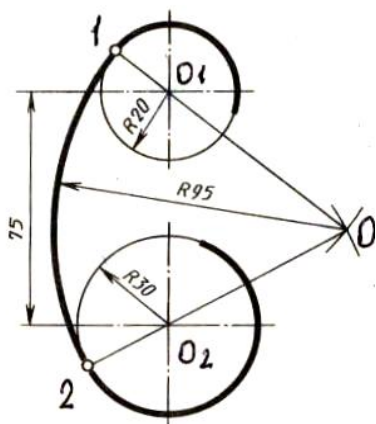

Рисунок 27 – Внутреннее сопряжение двух дуг
**5) Построение внутреннего сопряжения двух дуг радиусом 30мм и 20мм дугой радиусом 95мм (рисунок 27)**